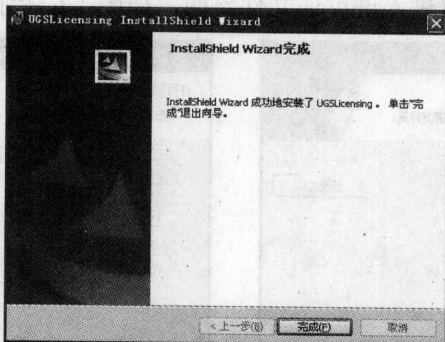

图 1-9 NX 5 UGS Licensing 程序安装完成提示界面
(12) 安装过程完成后, 出现 NX 5 UGS Licensing 程序安装完成提示界面, 如图 1-9 所示, 表示 UG 服务程序安装完成。